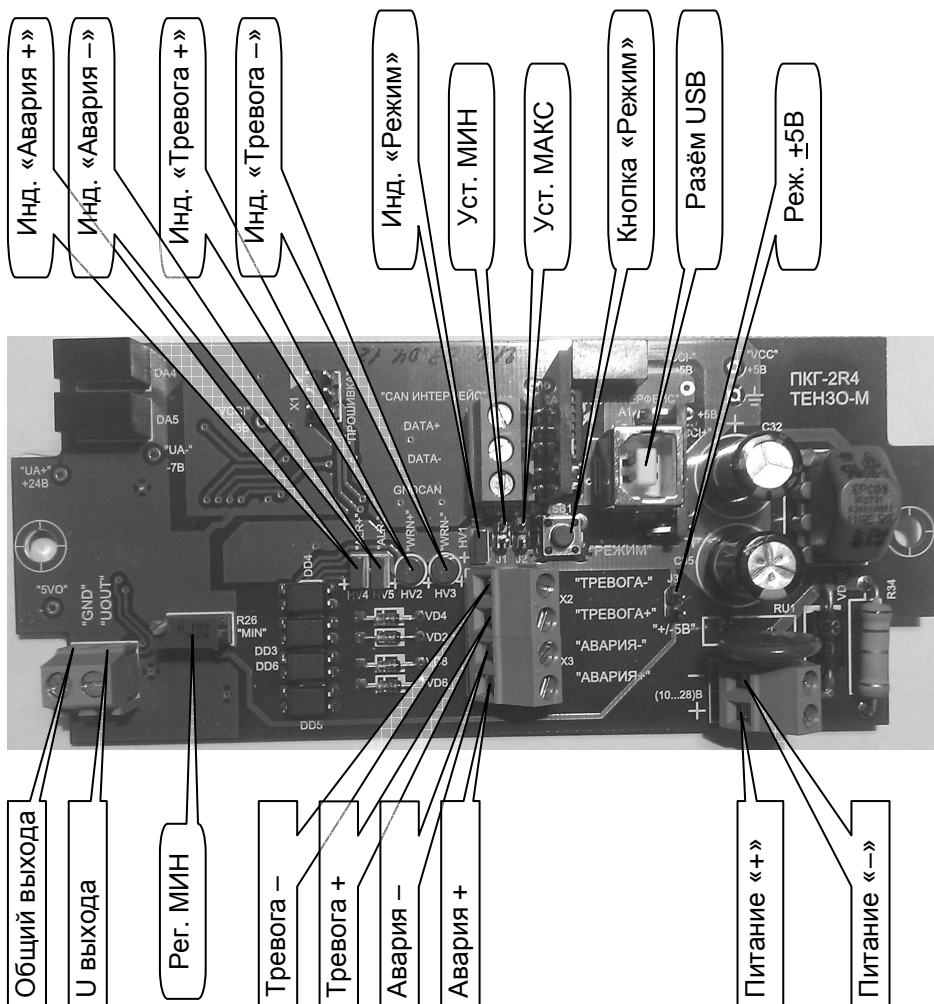

Рис. 4.1. Внешний вид Прибора без корпуса.
На Рис. 4.1 изображён внешний вид Прибора без корпуса.
5.2. Подключите Прибор к сети электропитания через клеммную колодку, предназначенную для подключения напряжения питания (см. Рис. 4.1, стр. 4, цепи «**Питание «+»**» и «**Питание «-»**»). Кабель напряжения питания просуньте в корпус Прибора через соответствующий гермоввод.
5.3. Подключите аналоговый выход Прибора к внешней нагрузке через клеммную колодку, предназначенную для подключения аналогового выхода (см. Рис. 4.1, стр. 4, цепи «**U выхода**» и «**Общий**»). Кабель внешней нагрузки просуньте в корпус Прибора через соответствующий гермоввод.
5.4. Подключите дискретные управляющие выходы Прибора к внешним цепям через соответствующую клеммную колодку (см. Рис. 4.1, стр. 4, цепи «**Тревога -**», «**Тревога +**», «**Авария -**» и «**Авария+**»). Кабель дискретных управляющих сигналов просуньте в корпус Прибора через соответствующий гермоввод.
7.2.2. Нажмите на кнопку «Кн. «Режим»» (см. Рис. 4.1, стр. 4).
7.3.2. Регулировка уровней сигналов аналогового выхода производится подстроечным резистором «Рег. МИН» (рядом с этим резистором есть надпись «MIN»). Расположение подстроечного резистора смотри на Рис. 4.1, стр. 4.
7.3.3. Подключите к аналоговому выходу Прибора вольтметр. Вольтметр должен обеспечивать измерение постоянного напряжения в диапазоне ± 30 В и быть поверенным. Наденьте джампер «Реж. ± 5 В» (см. Рис. 4.1, стр. 4.).
- Наденьте джампер «Уст. МИН» (рядом с этим джампером есть надпись «MIN», см. Рис. 4.1, стр. 4). После этого на аналоговом выходе Прибора будет установлено минимальное значение сигнала: -5 В.